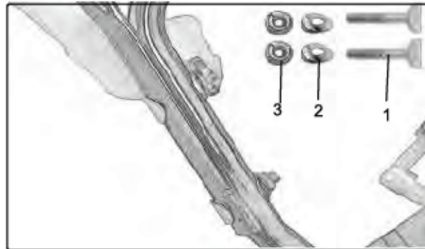

Рис. 2
- Используйте два винта М8х40 (1), две шайбы (2) и две плоских (3) для крепления рукоятки на корпусе снегоуборщика с правой стороны, (рис. 2)